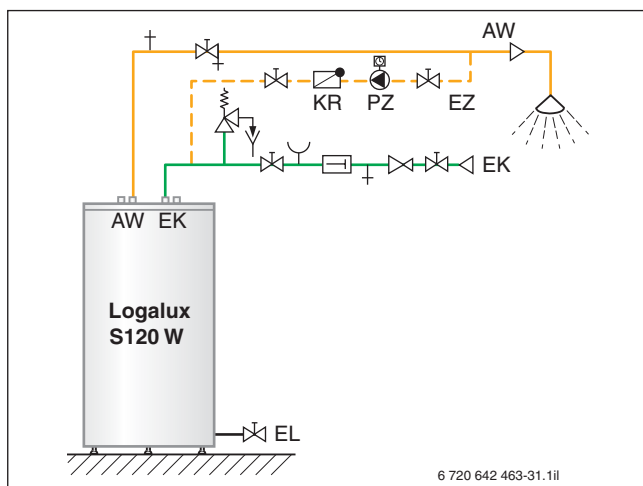
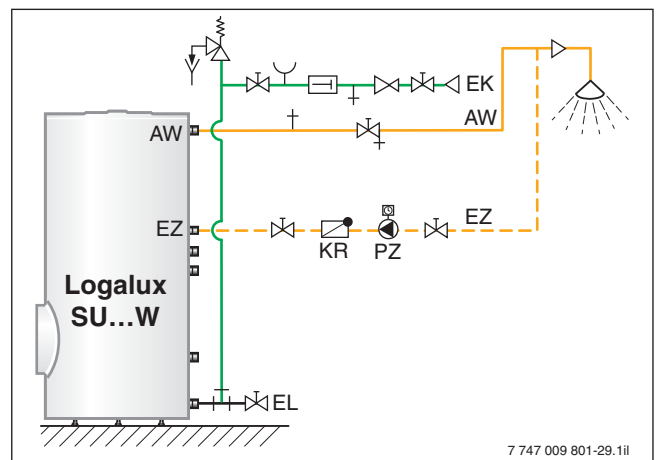

Bild 51 Variante einer Zirkulationsleitung für den Warmwasserspeicher Logalux S120/5W
Bild 53 Variante einer Zirkulationsleitung für die Warmwasserspeicher Logalux SU... W
- Der Zirkulationsanschluss kann bei den Warmwasserspeichern Logalux S120/5W im Kaltwassereintritt installiert werden. In Verbindung mit Logamax plus GB162 ist das Anschlussstück für die Zirkulationspumpe PZ an der Sicherheitsgruppe des sanitärseitigen Anschluss-Sets S-Flex montierbar. Die Verrohrung ist in Verbindung mit Logamax plus GB162 bauseitig zu installieren (→ Bild 51).
Legende zu Bild 51 bis Bild 53: